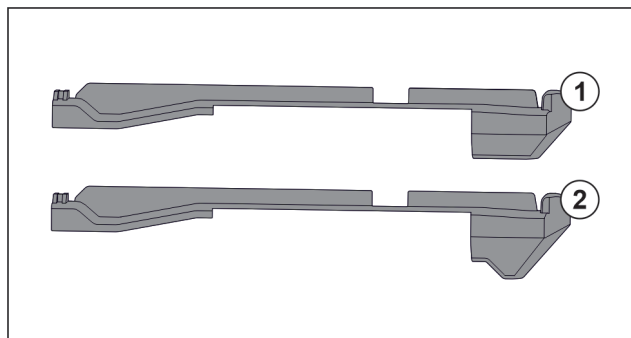

Fig. 78 Sammenligning av påsettsingsdeler
I apparatet finnes to ulike påsettsingsdeler. Påsettsingsdel over en nederste skuffen Fig. 78 (2) har en trekantet kant. Alle andre påsettsing Fig. 78 (1) har en rett kant.
- Anbring påsettsingsdel Fig. 78 (2) med trekantet kant over nederste skuff.
- Anbring påsettsingsdel Fig. 78 (1) med rett kant til alle andre steder.